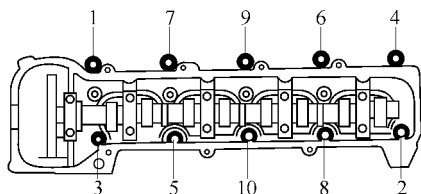

图 1-13 旋下 10 个缸盖螺栓
- 2) 使用 12 边套筒扳手, 按图 1-13 所示的编号次序, 分两步或三步逐渐地旋下 10 个缸盖螺栓。